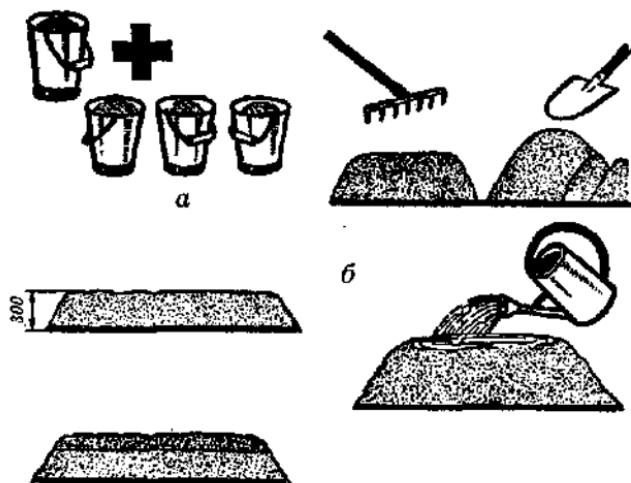

Рис. 81. Приготовление раствора: а — соотношение компонентов смеси (1:3); б — процесс приготовления.
Как готовятся те или иные растворы? Рассмотрим процесс приготовления некоторых видов растворов. Но прежде опишем саму технику, безотносительно к виду приготовляемого раствора (рис. 81). Количество готового раствора (P) можно рассчитать исходя из известного количества сухой смеси (C);